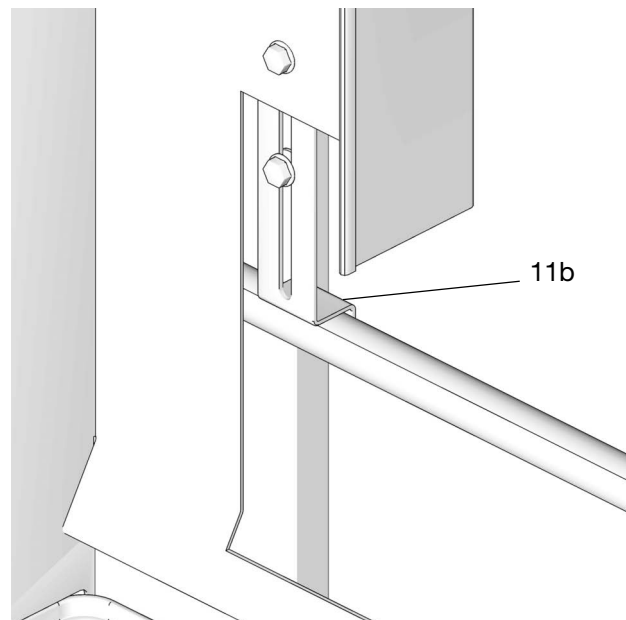

FIG. 21
- Ajuster le support en « Z » (11b) afin de fixer l'emplacement du rail du compteur comme requis (FIG. 21).